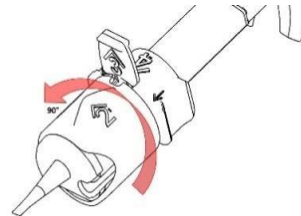

Fig. 2a
5. Răsuciți inelul transparent rotativ în direcția indicată de săgeată plată '2' în sensul invers acelor de ceasornic cu 90° până când auziți un clic distinctiv care indică blocarea pe poziție (Fig. 2a).